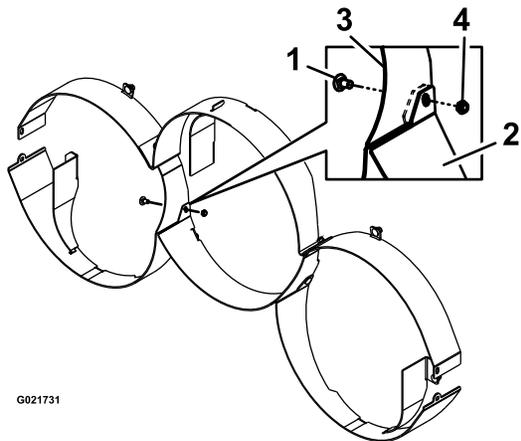

Figura 3
4. Instale o abafador central traseiro utilizando dois parafusos de carroçaria ($\frac{3}{8}$ pol. x $\frac{7}{8}$ pol.) e duas porcas de bloqueio ($\frac{3}{8}$ pol.), como se mostra na **Figura 3**.
Nota: Este abafador é instalado entre as flanges do abafador frontal exterior (**Figura 3**).
Nota: Quando os abafadores exteriores frontais, exteriores traseiros e o abafador central traseiro se encontrarem, instale dois parafusos de carroçaria ($\frac{3}{8}$ pol. x $\frac{7}{8}$ pol.) e duas porcas de bloqueio ($\frac{3}{8}$ pol.) como se mostra na **Figura 3**.